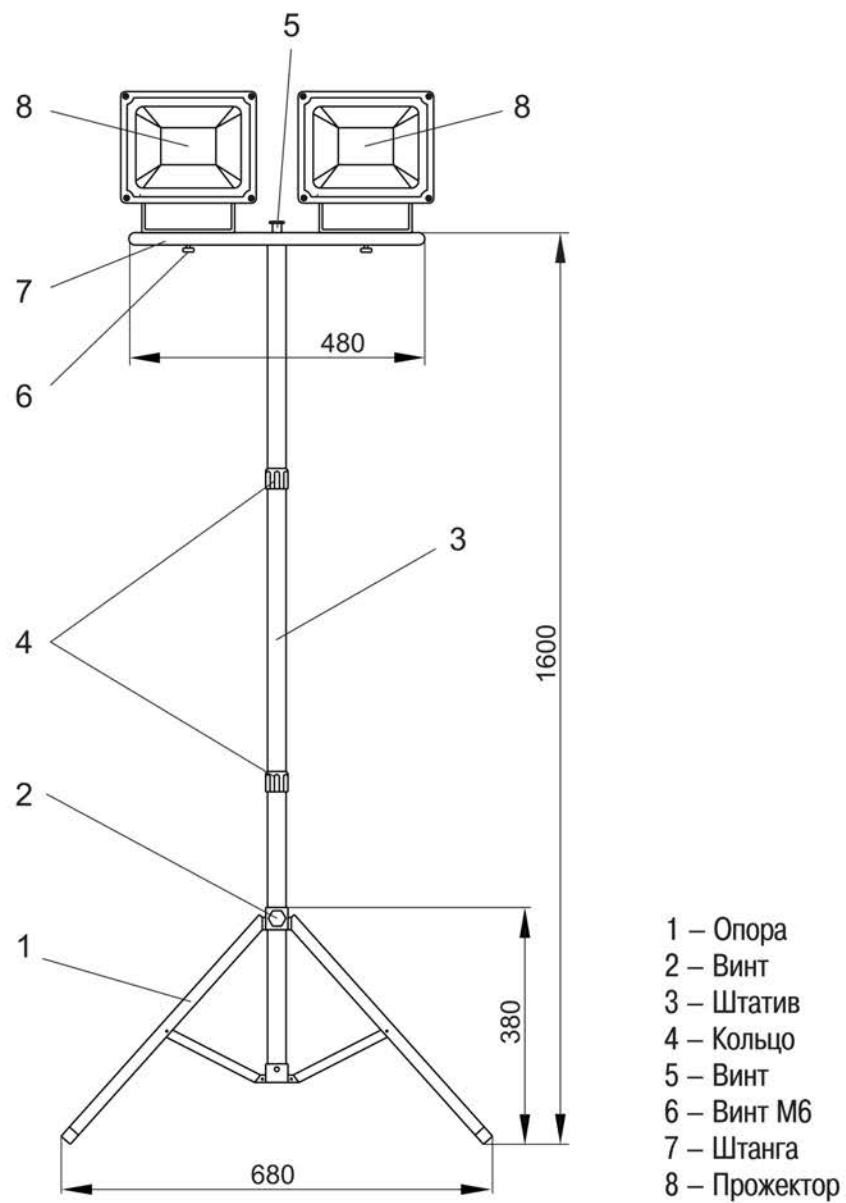

Рисунок 2
5.3 Подготовка штатива к работе (рисунок 2).